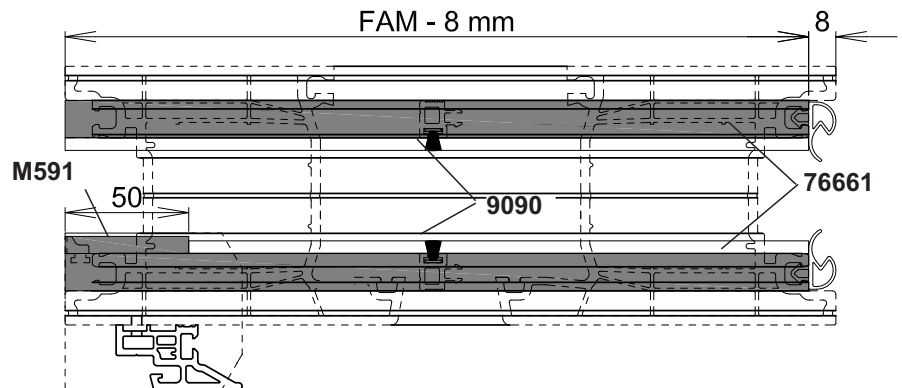

Abb. 1 Vorbereitung Kleben an die Flügelecke
4. Kleben Sie als nächstes die Dichtungsecken (jeweils ein linkes und ein rechtes Formteil) **M430** mit Sekundenkleber in die Dichtungsnut an der Flügelecke (Abb. 1 und 2). Dichten Sie eventuelle durch verputzen der Flügel entstandene Lücken ab.